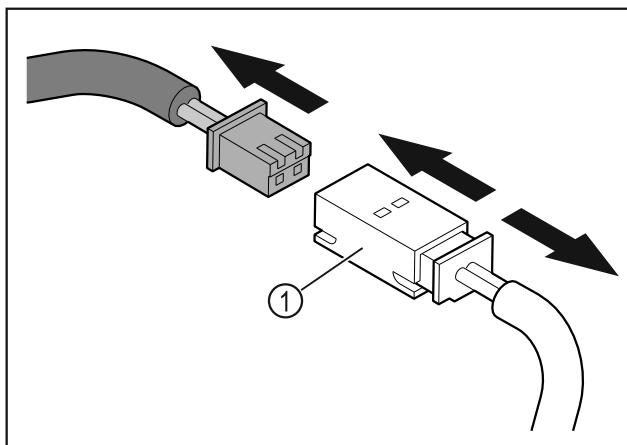

Fig. 13
- Izvlecite vtič in vtično spojko Fig. 13 (1).